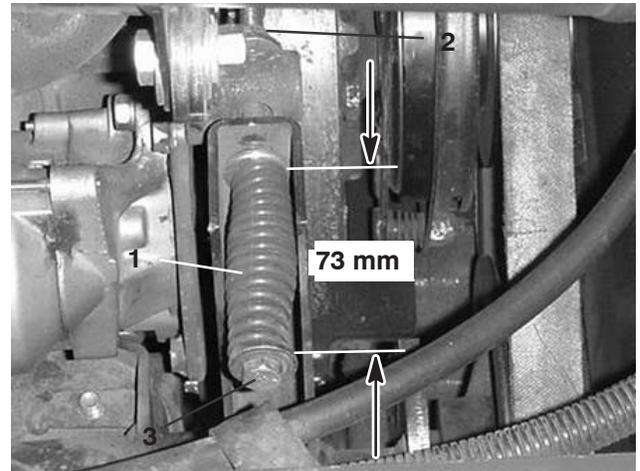

Figure 52
2. Desserrez l'écrou de blocage de la tige de tension (Fig. 52).
3. À l'aide d'une clé de 13 mm, serrez ou desserrez le ressort de tension de la courroie (Fig. 52). Réglez la longueur du ressort à 73 mm.
3. À l'aide d'une clé de 13 mm, desserrez complètement le ressort de tension de la courroie (Fig. 52).
5. Installez la courroie de PDF et retendez le ressort de poulie à 73 mm (Fig. 52).
6. Serrez l'écrou de blocage (Fig. 52) et fermez le capot.